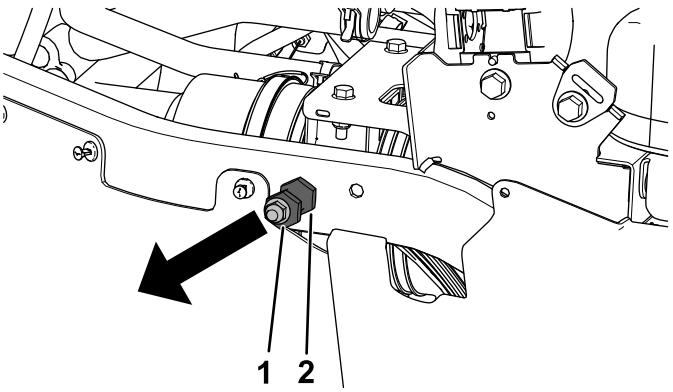

Bild 41
5. Entfernen Sie die Sicherungsmutter (3/8") und den Arretierbolzen aus dem rechten und linken hinteren Rahmenrohr (Bild 41).